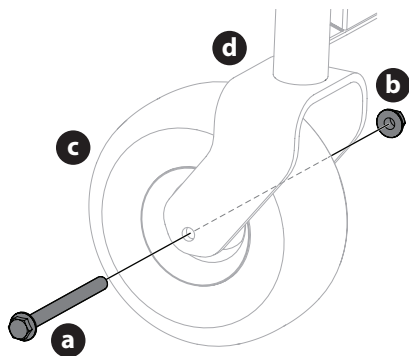

Figura 55
1. Quite el tornillo hexagonal (a) y la tuerca de seguridad bridada (b) que fija la rueda delantera (c) al conjunto de caballete (d) (Figura 55).
2. Para volver a instalar o reemplazar el neumático delantero, invierta el Paso 1. Ajuste los elementos de ferretería con una presión de 75-90 pies-libras (101-122 N-m) (Figura 55).